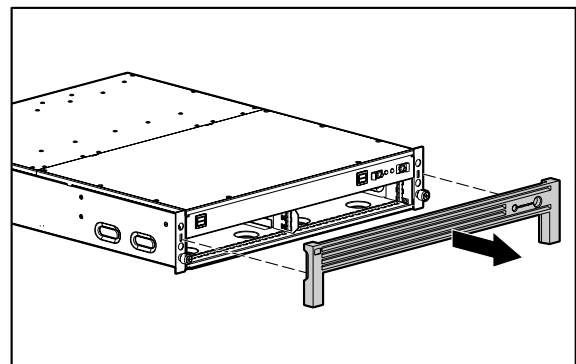

Abbildung 6: Abnehmen der Frontblende
1. Nehmen Sie die Frontblende ab, indem Sie sie von der Vorderseite des Gehäuses wegziehen, wie in Abbildung Abbildung 6 gezeigt.